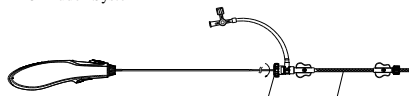

Abbildung 6. Anziehen der Abdichtung des Hämostaseventils im Uhrzeigersinn
- Die Abdichtung des Hämostaseventils adäquat anziehen (siehe **Abbildung 6**) und durch wiederholtes Schieben und Ziehen sicherstellen, dass eine angemessene Spannung vorliegt.